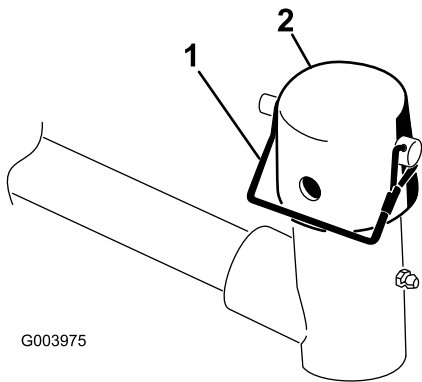

Figura 10
7. Retire el pasador de seguridad y el tapón de la horquilla de pivote del brazo de elevación (**Figura 10**).
11. Sujete el tapón y el eje del bastidor de tiro a la horquilla del brazo de elevación con el pasador de alambre (Figura 10).